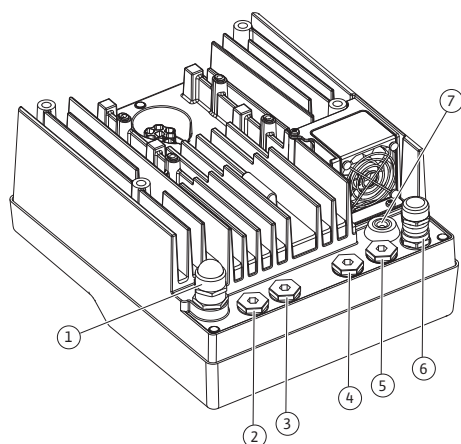

Fig. 19: Passe-câbles à vis/Passe-câbles
4. Guider le câble de raccordement dans le passe-câbles à vis M25 (Fig. 19, pos. 1). Serrer le passe-câbles à vis au couple prescrit.